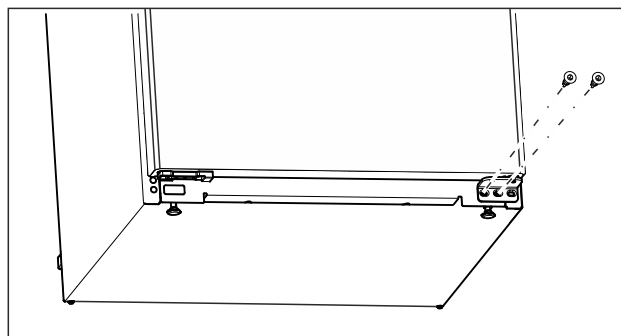

Fig. 11
- ▶ Na spodnjem ležajnem podstavku z izvijačem Torx 20 odvijte sredinski vijak. (glejte Fig. 11)
- ▶ Na spodnjem ležajnem podstavku z izvijačem Torx 20 odvijte notranji vijak. (glejte Fig. 11)